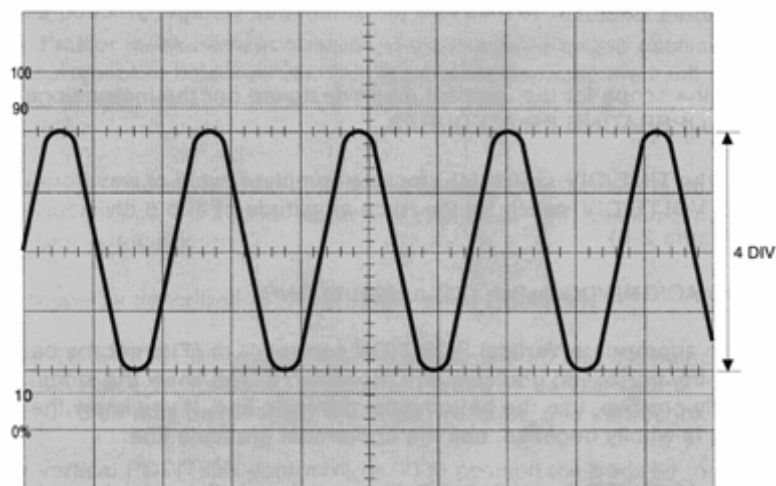

Рис. 2-7. Измерение пикового значения напряжения
2. Поворотом ручки TIME/DIV (15) установите длительность развертки так, чтобы на экране помещалось два-три периода переменного сигнала, а переключателем VOLT/DIV добейтесь размаха сигнала на весь экран.
3. Соответствующими ручками VERTICAL POSITION (4) или (7) совместите отрицательный пик сигнала с ближайшей снизу горизонтальной градуировочной линией дисплея, как показано на рис. 2-7.
4. Ручкой Horizontal POSITION (10) добейтесь совмещения положительного пика сигнала с центральной вертикальной градуировочной линией. Эта линия имеет дополнительную разметку с шагом в 0,2 клетки.
5. Сосчитайте количество клеток по вертикали между отрицательным пиком сигнала (градуировочной линией) и точкой пересечения положительного пика с центральной вертикальной градуировочной линией. Умножьте это число на масштаб переключателя VOLT/DIV для получения истинного значения амплитудного размаха сигнала. Например, если переключатель VOLT/DIV установлен на 2 вольта, то для осциллограммы рис. 2-7 размах будет составлять 8,0 вольт (4,0 деления x 2В).